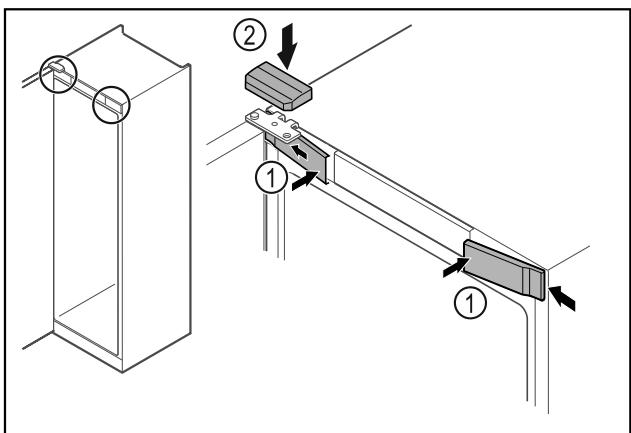

Fig. 27
- Futni nga anash kapakët mbulues të përparmë Fig. 27 (1) dhe mbërthejini.
- Mbërtheni nga lart kapakun mbulues të sipërm Fig. 27 (2).